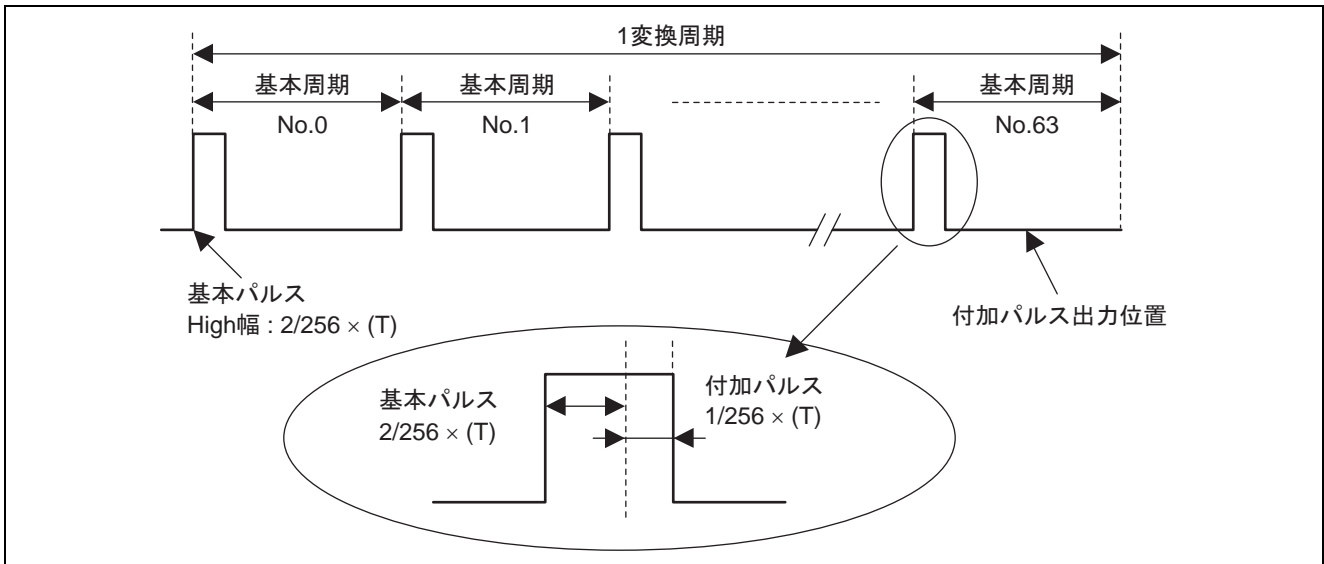

図 4 付加パルス出力波形 (DADR = H'0207, CFS = 1, OS = 1)
ここでは、DADR = H'0207 (B'0000 0010 0000 0111) の場合を考えます。出力波形を図 4 に示します。CFS = 1 であり、上位 8 ビットの値が B'0000 0010 ですので、基本パルスは High 幅が $2/256 \times (T)$ のデューティ比となります。次に続く 6 ビットの値が B'0000 01 ですので、付加パルスは基本パルス No.63 の位置でのみ出力されます。(付加パルス位置指定の詳細はハードウェアマニュアル参照) 付加パルスは基本パルスに $1/256 \times (T)$ だけ追加される形となります。